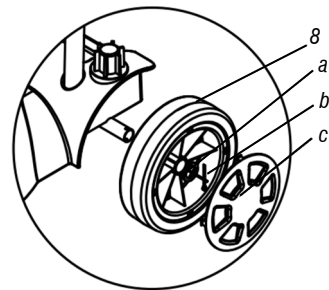

Fig. 3 – Montaje de las ruedas grandes
- Monte las ruedas grandes (8) en el eje.
- Por último, coloque los tapacubos (c) (Fig. 3).